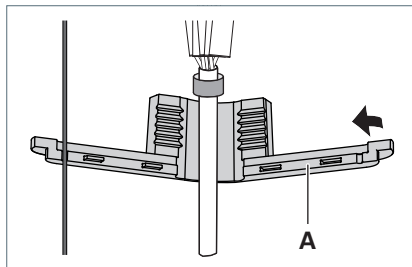

Fig. 17: Posizionamento del condotto per cavi.
- Collocare il condotto per cavi **A** intorno al cavo di allacciamento e al cavo metallico, vedi Fig. 17.